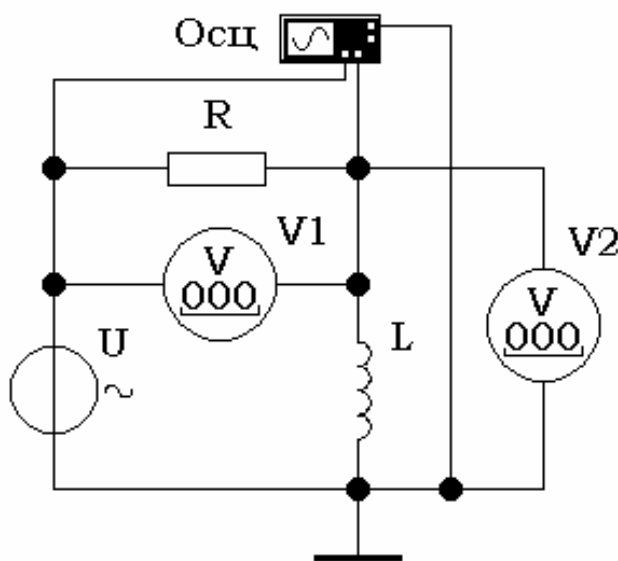

Рис. 5 - Дифференцирующая RL-цепь
4. Исследуйте амплитудные и фазовые соотношения напряжений и тока в последовательной  $RL$ -цепи (рис. 5).